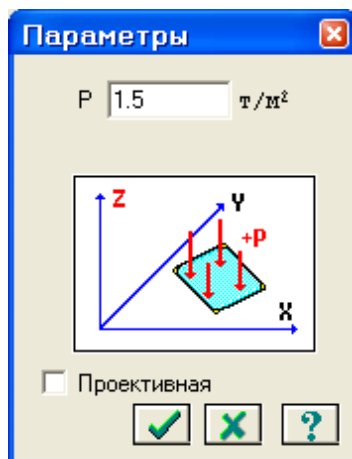

Рис.4.20. Диалоговое окно Параметры
- В этом окне задайте интенсивность нагрузки $p = 1.5 \text{ т/м}^2$ (рис.4.20).